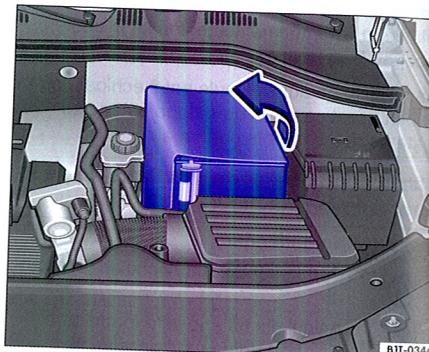

Fig. 200 În compartimentul motor: Deschiderea manșetei bateriei autovehiculului (Varianta 2).
- În cazul unei manșete: Basculați capacul în sensul săgeții ⇒ fig. 200.